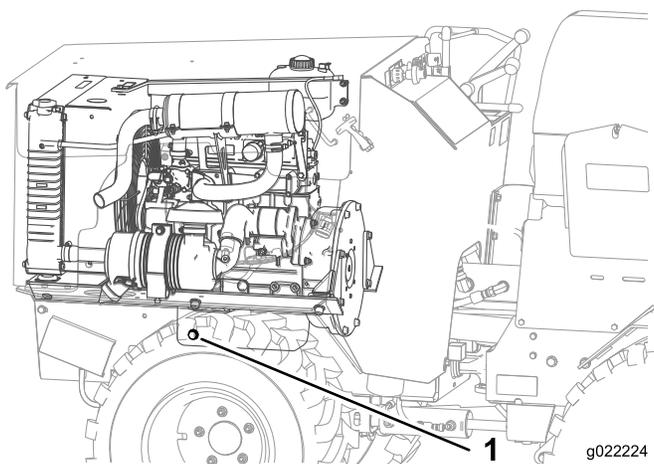

Figure 30
- Retirez le bouchon de remplissage et le boulon de vidange (Figure 30).